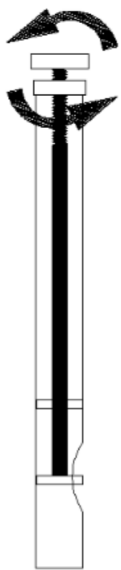

Bild 6
- Niveauregler (Bild 6) durch Drehen gegen den Uhrzeigersinn ganz öffnen.